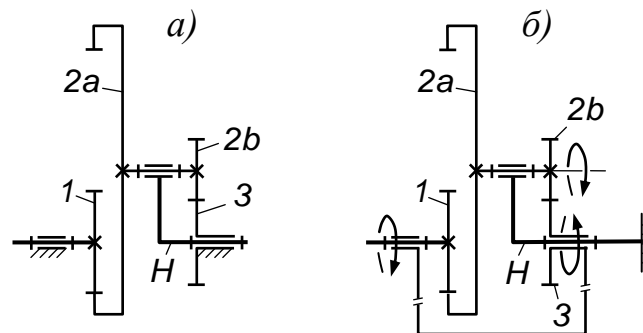

Рис. 5. Планетарная передача:
Пример. Требуется определить передаточное отношение $u_{1,H}$ для механизма, показанного на рис. 5, а.
Согласно формуле (3), $u_{1,H} = 1 - u_{1,3}^{(H)}$. Для определения $u_{1,3}^{(H)}$ переставим механизм на водило (рис. 5, б). В результате перестановки механизм превратился в передачу с неподвижными осями колёс. Для такой передачи